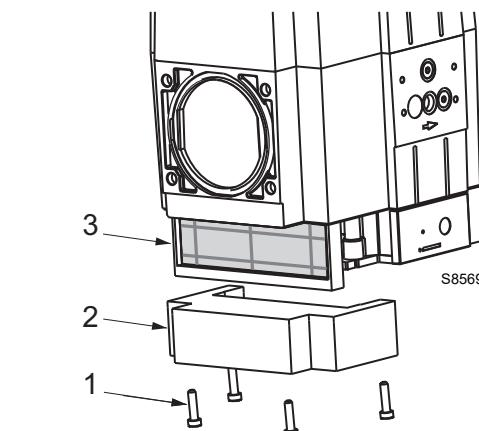

Fig. 12
- desenroscar los tornillos 1)(Fig. 12) de la tapa 2) colocada en la parte inferior de la válvula;